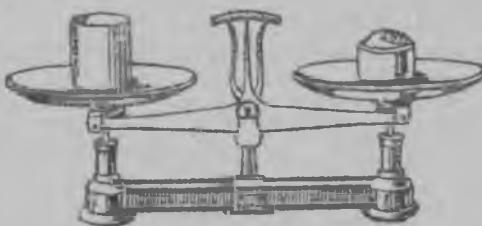

Рис. 17. Виэссуанда тарированин способал. Предмиэттэ судих равновесиях тараан вуох.
2. Эй суа коскеттуа виэ-сойн чушкой кэзил: кэзис он айнос развуз и влагуа, Рис. 17. Виэссуанда тарированин способал. кудамат войяхийх чуш- Предмиэттэ судих равновесиях тараан вуох. койх, нийен виэссавоймуут- туо, и виэсат руветах виэссуамах неправильно.